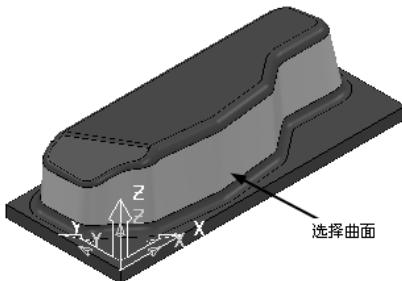

图 5-89 选择曲面 3
1) 在图形区选择图 5-89 所示的曲面，此时可选中“显示”复选框，单击“预览”按钮可查看图形区的走刀情况。